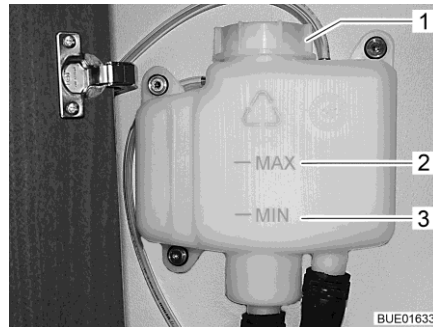

Bild 199 Expansionsbehållare utan kåpa
- Kontroll av vätskenivå utförs på expansionsbehållaren (Bild 199), nivån skall ligga mellan markeringarna "MIN" (Bild 199,3) och "MAX" (Bild 199,2).
- Vredet på expansionsbehållaren (Bild 199,1) öppnas.